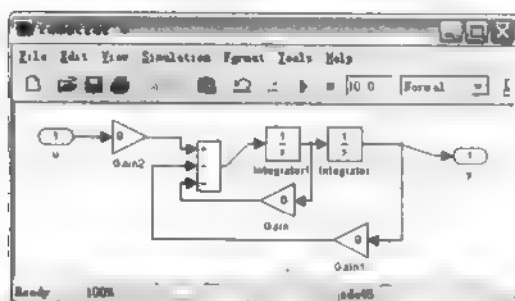

图 19.21 参考模型
- **Reference Model:** 参考模型, 本例参考模型如图 19.21 所示。